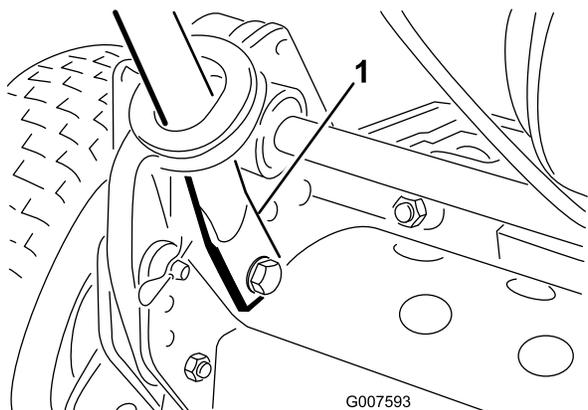

Figure 3
- Poussez les extrémités du guidon vers l'intérieur et placez-les sur les axes de montage (Figure 3).
- Fixez les extrémités du guidon aux axes de montage à l'aide des boulons, des rondelles plates et des rondelles-freins retirées précédemment (Figure 3).
- Fixez le bas des bras du guidon de chaque côté de la tondeuse avec les boulons et les contre-écrous retirés précédemment (Figure 3). Vérifiez que les bagues sont bien placées dans les trous de fixation des bras du guidon.
- Fixez les bras du guidon à l'arrière du bâti avec les goupilles fendues et les axes de chape retirés précédemment (Figure 3).